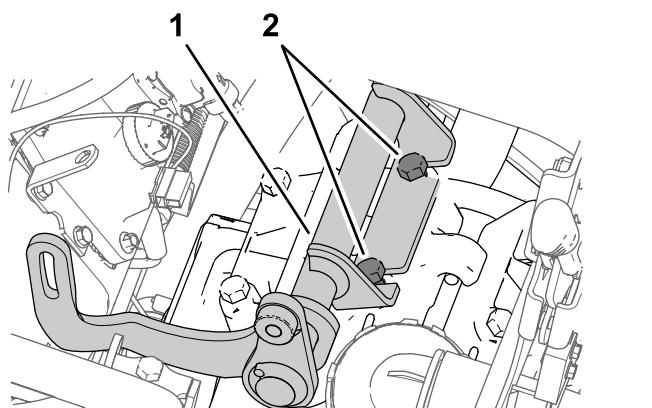

Figura 177
2. Allineate la staffa dell'alternatore tra i bulloni che avete allentato e come illustrato nel passaggio 1 e la testa della pompa Figura 177.